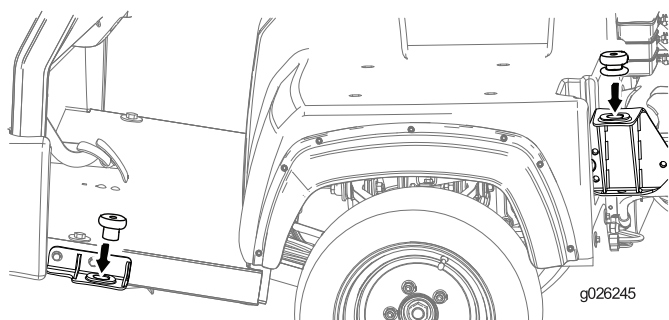

Figure 23
5. Montez les 4 supports élastiques comme montré à la Figure 23.